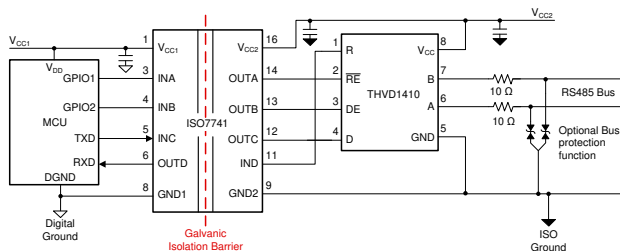
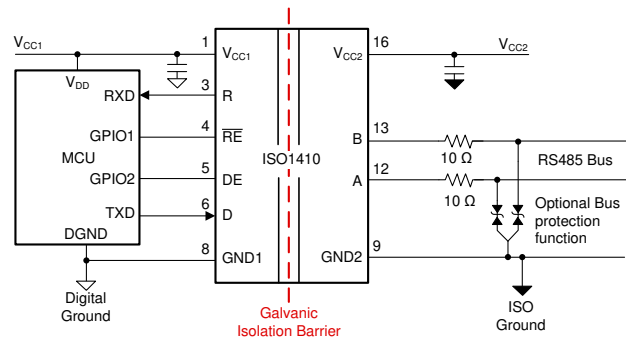

图 1. 采用 ISO7741 和 THVD1410 分立实现隔离式 RS-485
图 2. 采用 ISO1410 的隔离式 RS-485 的集成式解决方案
对于 RS-485 系统, 有两种常见的隔离信号的方法。第一种方法是数字隔离器和 RS-485 收发器的分立式解决方案。在该解决方案中, 启用 (RE、DE)、发送 (D) 和接收 (R) 信号通过 MCU 和 RS-485 收发器之间的数字隔离器 (例如 ISO7741) 进行隔离。图 1 展示了这种解决方案的一个示例, 其中采用了 ISO7741 和一个 RS-485 收发器 (如 THVD1410)。分立式解决方案的一项主要优势是能够灵活地为特定应用选择理想收发器。然而, 由于采用了多芯片方案, 其缺点是需要额外的布板空间。
通过将隔离器与收发器组合到一个封装中, 该解决方案相比分立式解决方案减少了系统级布板空间。图 2 所示为如何用 ISO1410 替代图 1 的分立式解决方案。